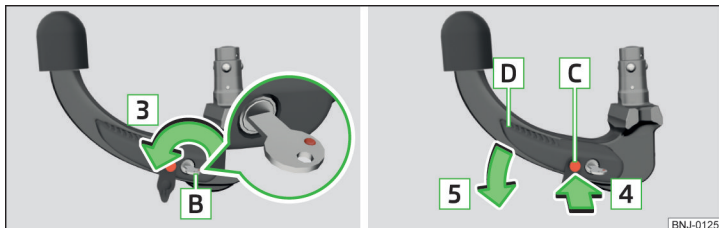

Abb. 247 Schloss entriegeln / Auslösebolzen hineindrücken und Bedienungshebel drücken
- › Den Schlüssel **B** in Pfeilrichtung **3** drehen, sodass dessen rote Markierung nach oben zeigt » Abb. 247.